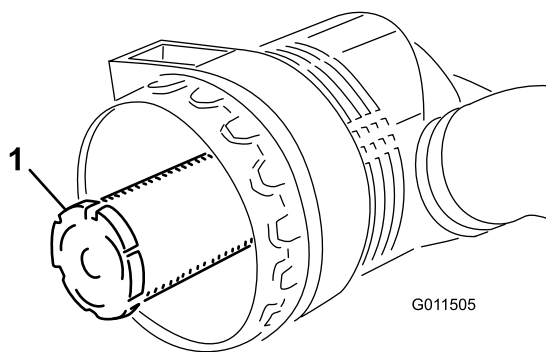

Figure 57
**Important:** N'essayez jamais de nettoyer l'élément de sécurité (Figure 57). Remplacez-le une fois sur trois, quand vous effectuez l'entretien du préfiltre.